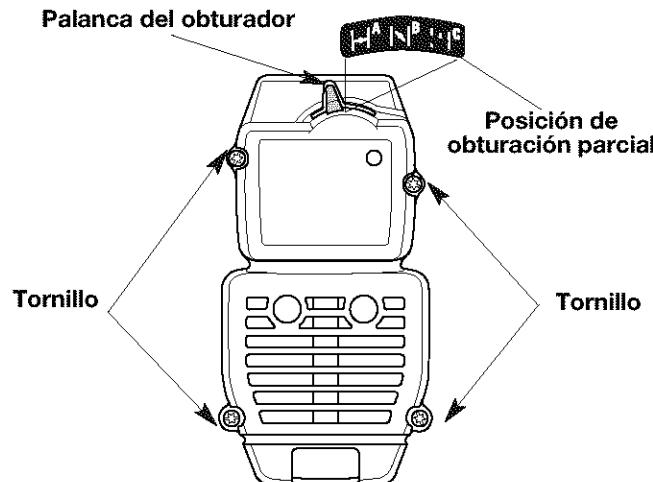

Fig. 23
1. Coloque la palanca del obturador en posición de obturación parcial (**PARTIAL**) (B).
NOTA: La palanca del obturador debe estar en la posición de obturación parcial (**PARTIAL**) (B) (Fig. 23) para retirar la cubierta del filtro de aire / silenciador.
2. Saque los cuatro (4) tornillos que sostienen la cubierta del filtro de aire / silenciador (Fig. 23). Use un destornillador de vástago plano o un destornillador de broca T-20.
NOTA: La palanca del obturador debe estar en la posición de obturación parcial (**PARTIAL**) (B) (Fig. 23) para instalar la cubierta del filtro de aire / silenciador.
2. Inserte los cuatro (4) tornillos en los orificios de la cubierta del filtro de aire / silenciador (Fig. 23) y ajústelos. No los ajuste demasiado.